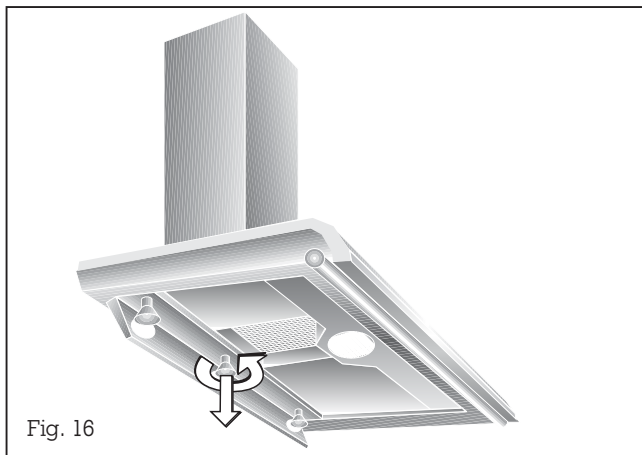

Fig. 16
- Girate la lampadina verso sinistra e rimuovetela (Fig. 16).